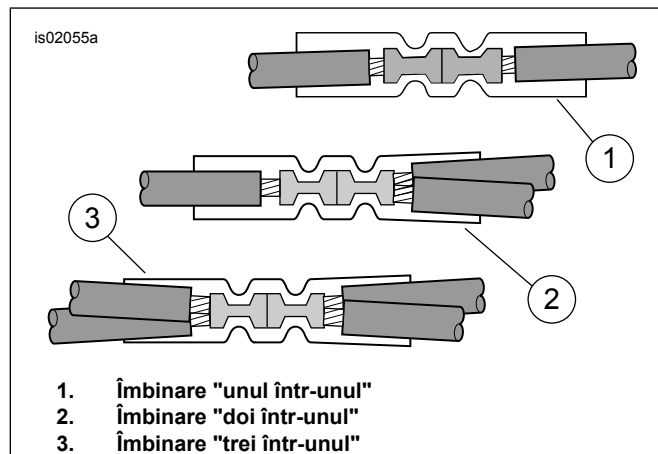

Figura 22. Configurații ale conexiunilor directe
3. Consultați Figura 22 . Configurația îmbinării "doi în unul". Scoateți din kit un conector **roșu** sigilat (a se vedea Figura 34 , punctul 4). Îmbinați firul negru al transmițătorului de deschide a ușii garajului cu firele **negre** de la far. Îndepărtați carcasa cablajului transmițătorului pentru a facilita îmbinarea.
- a. Îmbinați firele la capetele sigilate ale capătului cablajului de conectare electric, după cum este necesar. Dacă cablajul de legătură electric a fost îmbinat într-o instalație anterioară de accesorii, tăiați îmbinările existente. **NU SCOATEȚI** capacul sigilat de la firul ROȘU. A se vedea figura 22. pentru configurații cu îmbinări multiple.
- b. Îndepărtați capacul firului negru, împingeți-l înapoi, strângeți și etanșați-l la firul NEGRU al cablajului din **acest** kit, folosind ca prelungire firul negru adițional (10) din pachetul hardware.
4. Consultați Figura 22 . Configurația îmbinării "doi în unul". Scoateți din kit un conector **roșu** sigilat (a se vedea Figura 34 , punctul 4). Îmbinați cablajul de alimentare a mecanismului de deschidere a ușii de garaj la firele portocaliu/alb ale cablajului principal, conform anexei manualului de service.